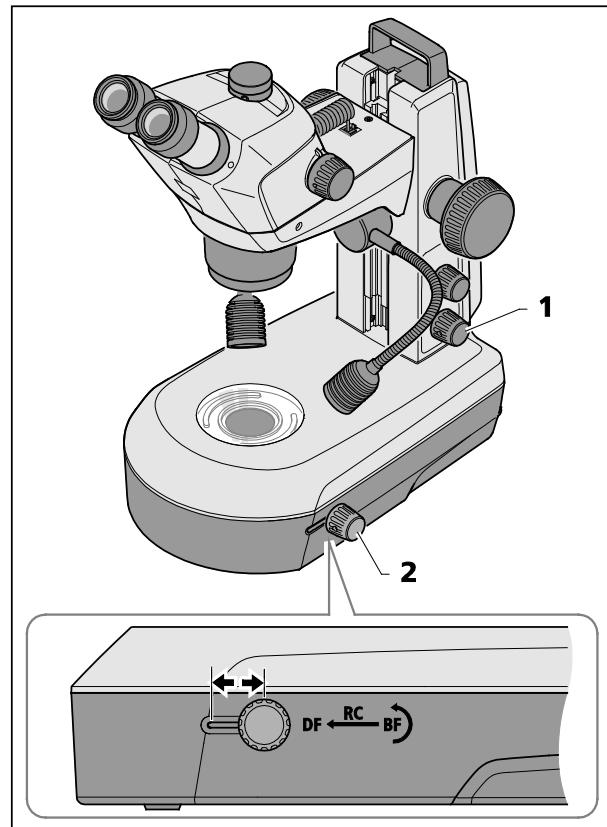

Fig. 26 Module d'éclairage diascopique dans statif K LAB
- En appuyant sur le bouton rotatif inférieur (Fig. 26/1), allumez l'éclairage diascopique.
- En repoussant le bouton rotatif/coulissant (Fig. 26/2) vers l'arrière, vous passez en fond clair (BF).
- En tournant le bouton rotatif/coulissant (Fig. 26/2), vous intercalez dans le trajet lumineux le miroir à réflexion directe/diffuse dont vous pouvez modifier l'angle d'inclinaison.
- En ramenant le bouton rotatif/coulissant (Fig. 26/2) en position avant, vous passez en fond noir (DF).
En poussant le bouton rotatif/coulissant (Fig. 26/2) sur une position médiane et en inclinant le miroir, vous générerez des effets de lumière (RC) qui conviennent parfaitement à la mise en évidence des structures d'objets non colorés.